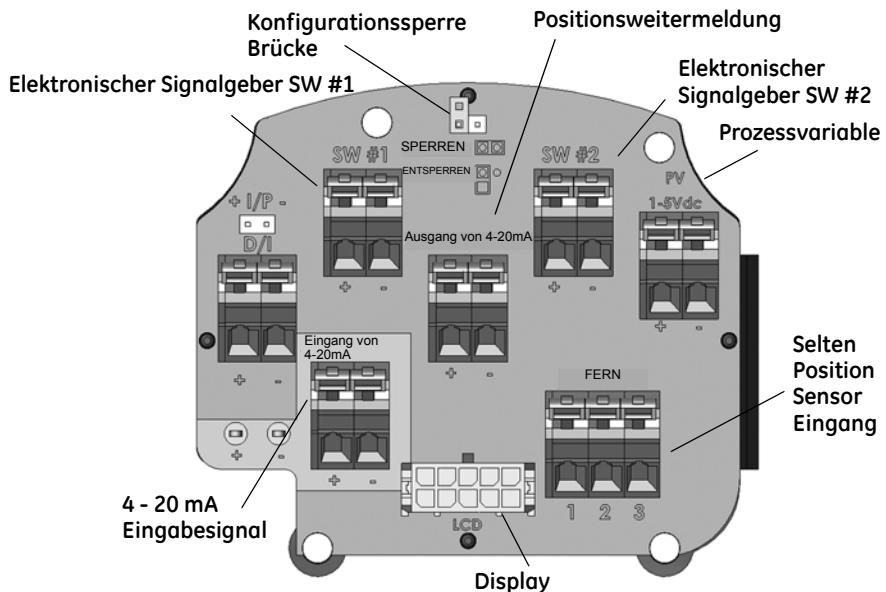

Abbildung 23 Verbindungen zum Elektronik-Modul (via Terminal Board)
1. Lösen Sie die vier (4) Deckelschrauben und entfernen Sie den Deckel des SVI II AP. Schließen Sie den +/-Klemmen der Stromquelle + zu + und - zu -. Siehe Abbildung 23 auf Seite 43. Bauen Sie die Abdeckung und Display wieder ein.